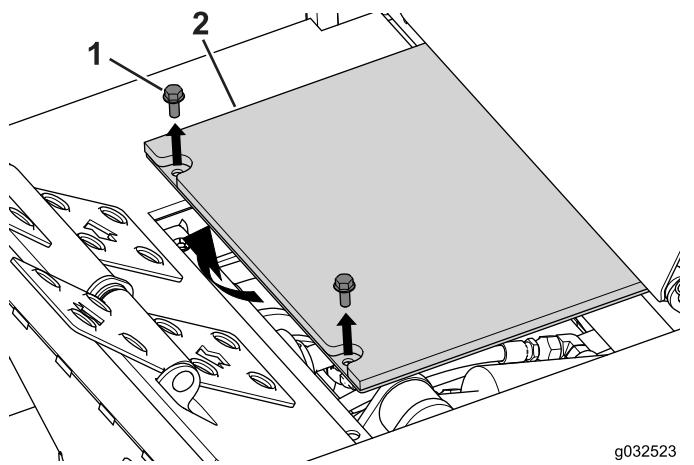

Figure 78
5. Fixez la plate-forme de l'utilisateur au cadre d'hiver à l'aide des 2 boulons ($5/16 \times \frac{3}{4}$ po) retirés précédemment (Figure 78).
1. Retirez les 2 boulons qui fixent la plate-forme de l'utilisateur à la machine pour accéder à l'accouplement de la PDF (Figure 78).